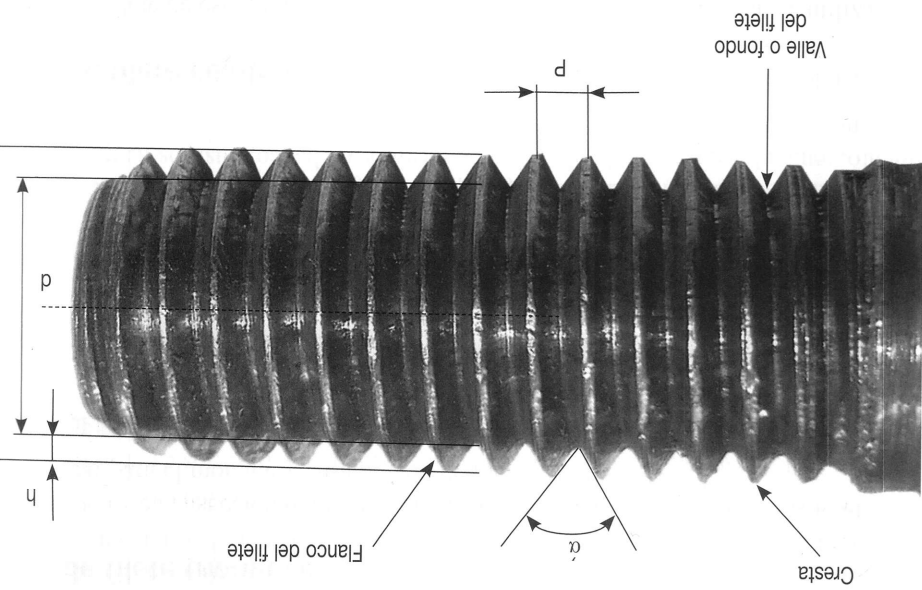

Figura 6.54A. Principales dimensiones de la rosca de un tornillo.
En la Figura 6.54A se presentan las principales partes y dimensiones de una rosca.
► Ángulo de la hélice o de flancos (α) (Figura 6.54A)
► Profundidad de rosca (h) (Figura 6.54A)
Diámetro interior o del núcleo (d) (Figura 6.54A)
Cresta del filete (Figura 6.54A)
Valle o fondo (Figura 6.54A)
Flanco del filete (Figura 6.54A)